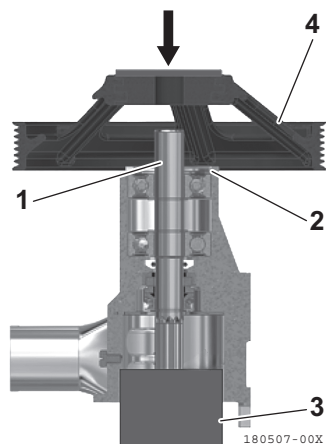

Figura 19
6. Inserire il nuovo kit albero (**Figura 19, (1)**) nella pompa dell'acqua di mare e installare l'anello elastico (**Figura 19, (2)**).
8. Posizionare la pompa dell'acqua di mare sul supporto (**Figura 19, (3)**) che sostiene l'estremità dell'albero.
9. Inserire a pressione la puleggia (**Figura 19, (4)**) dall'alto.